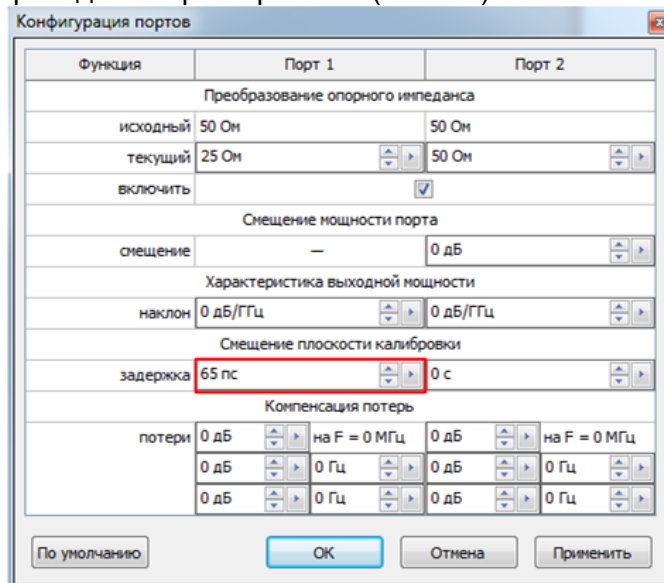

Рис. 10. Смещение плоскости калибровки для Beatty-стандарта.
13. Для того чтобы исключить неоднородности, вызванные переходом, необходимо сместить плоскость калибровки, так чтобы искусственно созданный измерительный тракт (25 Ом) соединился с 25-омным участком Beatty-стандарта. Для этого выберем пункт главного меню «Калибровка → Конфигурация портов». В графе «Смещение плоскости калибровки» добавим задержку, чтобы неоднородность, вызванная переходом с тракта Z_{ref} на тракт Z_0 , находилась в 0 нс на переходной характеристике (Рис. 10).